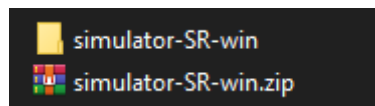

Figura 1 Directorio del Sistema – Descomprimido
2. Descomprimir el archivo (en el directorio que queramos almacenar el programa y sin falta de descomprimir en un nuevo directorio, el archivo comprimido ya contiene un directorio que contiene el sistema). Deberíamos tener una situación similar a la de la Figura 1.